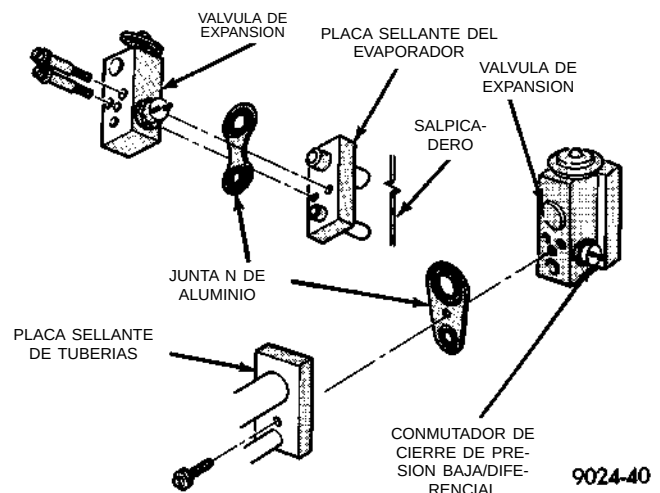

Fig. 34 Válvula de expansión
- (1) Retire el conector de cables del tipo cubierta del conmutador de cierre de presión.
- (2) Retire el perno central de la placa sellante de la tubería del conducto de refrigerante (Fig. 34).
(3) Tire con cuidado del conjunto de la placa sellante de conductos de refrigerante, desde la válvula de expansión hacia la parte delantera del vehículo. No raye las superficies sellantes de la válvula de expansión con los tubos de guía.
(4) Cubra las aberturas del conjunto de placa sellante de conductos del A/A para evitar que entre suciedad.
(5) Retire los dos tornillos que sujetan la válvula de expansión a la placa sellante del evaporador.
(6) Con cuidado, retire la válvula.